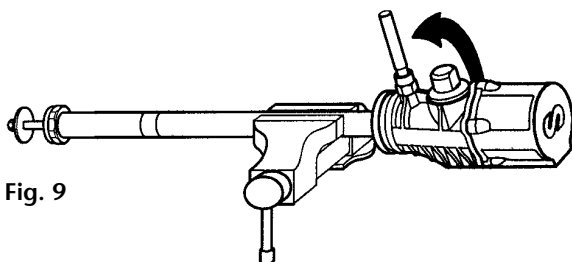

Fig. 9
3. Unscrew the air motor body (15) from the suction tube (47) using a threaded rod (Fig. 9), and pull it out until it tops. The union nut (37) gets visible.
3. Desenroscar el cuerpo motor (15) del tubo de aspiración (47) usando una varilla roscada (Fig. 9), y extraerlo hasta que haga tope. Quedará a la vista la tuerca de conexión (37).
3. Séparer le corps du moteur d'air (15) du tube d'aspiration (47) à l'aide d'une tige filetée (voir Fig. 9) et desserrer jusqu'à atteindre la butée. Dès lors, l'écrou prolongateur (37) devrait être visible.